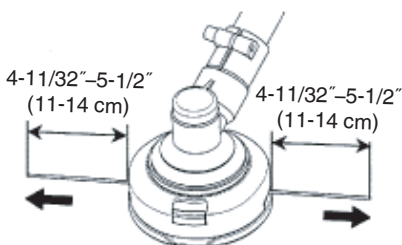

Fig. 34
- (7) La longueur initiale du fil de coupe devrait être d'environ 4-11/32"-5-1/2" (11 à 14 cm), égale des deux côtés. (Fig. 34)